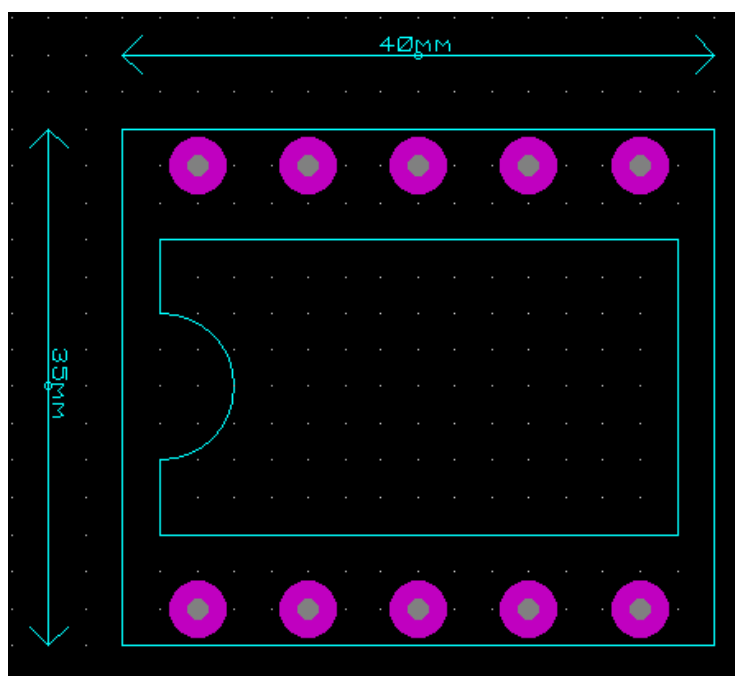

Figura 86: Desenvolvimento do componente.
5. Escolha o pad ideal para o componente, para o exemplo, selecione o ícone **Round Through-hole Pad Mode**  e posicione-os como na figura 86.
6. Faça o esboço interno utilizando o 2D Graphic Line Mode e para fazer o desenho da meia volta, selecione o ícone 2D Graphic Arc Mode , veja figura 86.